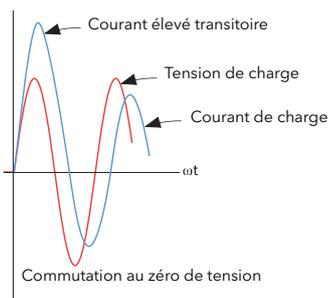

Figure 60 Définition du déclenchement retardé
- Delayed Trigger** Apparaît uniquement si Mode = Train d'ondes, Démarrage Progressif = Désactivé, et Type de charge = Transformateur. Le déclenchement retardé spécifie la durée du retard de déclenchement, en angle de phase, lorsque la puissance est délivrée à une charge de transformateur. Utilisé pour minimiser le courant d'appel. La valeur est configurable entre 0 et 90 degrés inclus (Figure 60).